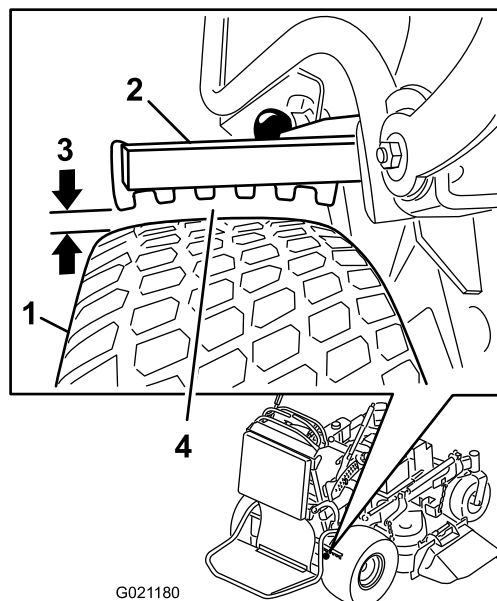

Figure 60
6. Utilisez le côté présentant le plus petit espace, et faites en sorte que la distance se situe entre 3 et 6 mm (1/8 et 1/4 po), comme montré à la Figure 60; voir Réglage des freins \(page 46\) si la distance n'est pas correcte.
5. Réglez la chape (Figure 60).